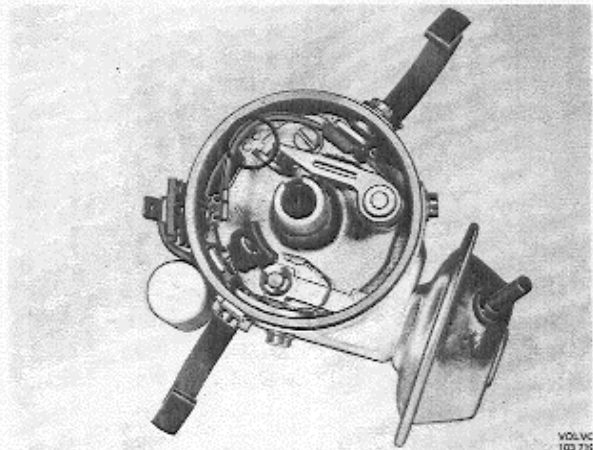

Abb. 3-35 Führungsspur für Unterbrecherhebel
2. Dazu die Schraube für den festen Unterbrecherhebel etwas lösen und einen Schraubenzieher in der Führungsspur (Abb. 3-35) auf der Unterbrecherplatte ansetzen. Schraubenzieherblatt verdrehen, bis der richtige Schließwinkel erhalten wird.